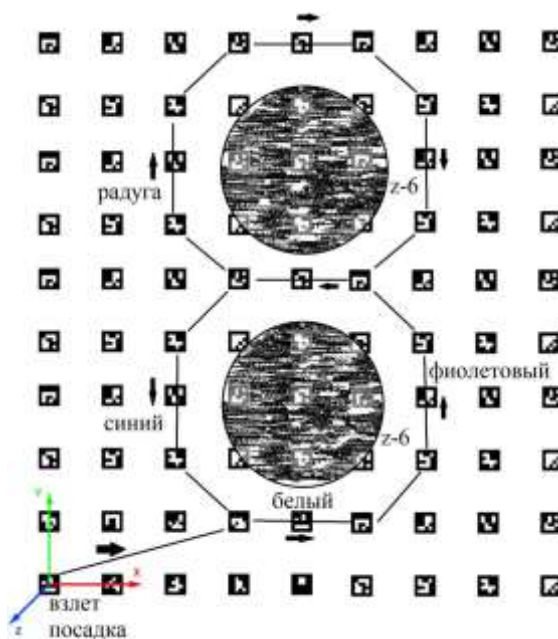

Рисунок 1 – Схема автономного полета.
- Написать программу для выполнения автономной миссии согласно схеме (Рисунок 1).